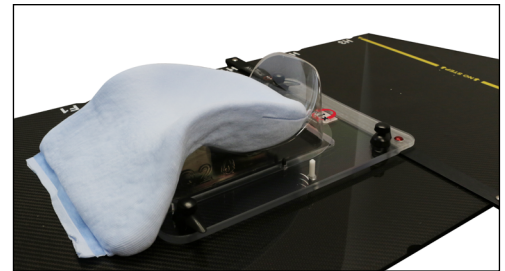

図2
3. 最高水準の快適性と再現性を実現するには、(必要に応じて) SilvermanヘッドサポートとMOLDCAREクッションを併用します (図2)。(成形方法についてはMOLDCAREのパッケージを参照してください)